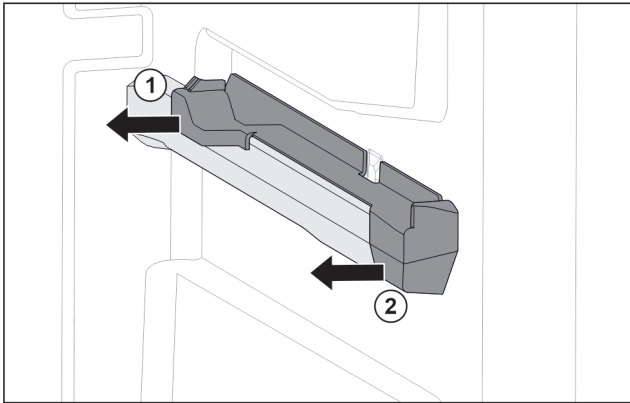

Fig. 146 Наставка върху дясното ребро на съда
- ▶ Изтеглете наставката отзад настрани. Fig. 146 (1)
- ▶ Изтеглете наставката отпред настрани. Fig. 146 (2)